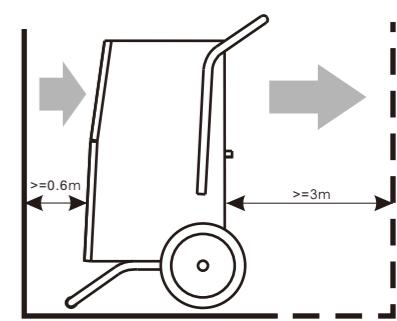

FIG.2
- Para un mejor funcionamiento, sugerimos que guarde una distancia mínima a las paredes por los lados de succión y descarga de 0,6 y 3 m respectivamente (Véase FIG.2).